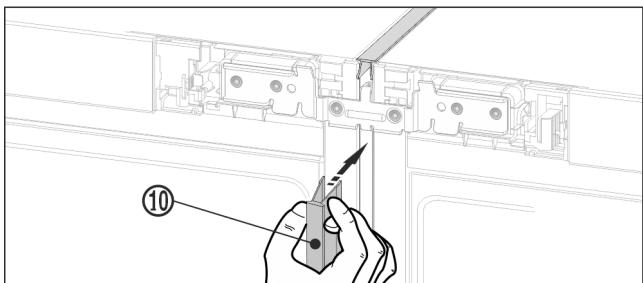

Fig. 23
- ▶ Auf der Vorderseite die lange Abdeckleiste Fig. 23 (10) in den vertikalen Spalt drücken. Darauf achten, dass die Leiste auf dem Verbindungsblech aufsteht.